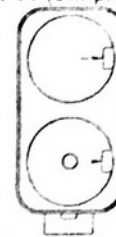

Рисунок 3. Батарейный отсек
3.4.2. Новые элементы питания (2 шт.) типоразмера D необходимо установить в отсек батарейный 14 (см. рис. 8), в соответствии с полярностью, указанной на внутренней стороне крышки отсека. Для открытия крышки батарейного отсека необходимо повернуть ручку крышки в положение «ON». Для выемки разряженных элементов питания необходимо отогнуть удерживающие прижимы (показано стрелками на рис.3).